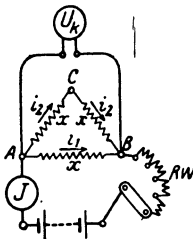

Abb. 17. Bestimmung der Widerstände bei Dreieckschaltung zu Aufgabe 76.
76. Drei gleiche Widerstände sind so miteinander verbunden, daß sie das Dreieck ABC bilden, wie Abb. 17 zeigt. Man mißt den zu den beiden Endpunkten A und B eingeleiteten Strom $J = 5$ [4] A und die an den Klemmen A und B herrschende Spannung $U_k = 10$ [12] V.